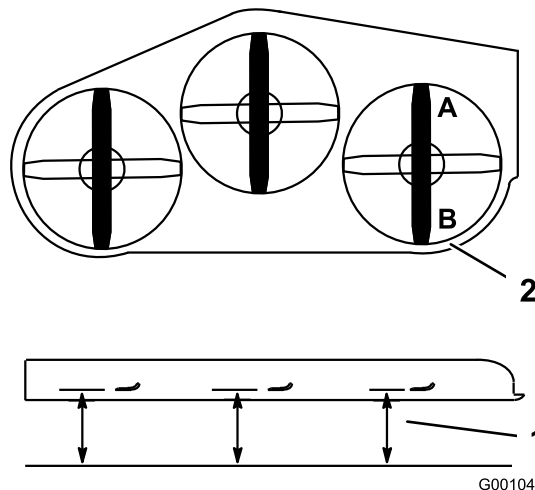

Figure 73
1. Tournez la lame droite dans le sens longitudinal (Figure 73).
2. Mesurez la distance au point **A** entre la surface plane et le tranchant de la pointe de la lame droite (Figure 73).
4. Mesurez la distance au point **B** entre la surface plane et le tranchant de la pointe de la lame droite (Figure 73).
6. La lame doit être plus basse de 6 à 10 mm (1/4 à 3/8 po) au point **A** qu'au point **B** (Figure 73). Si ce n'est pas le cas, passez aux étapes suivantes.